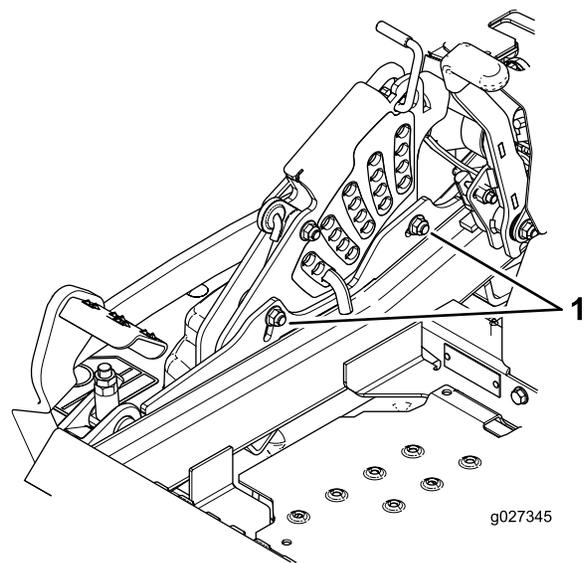

Рисунок 115
11. Чтобы отрегулировать деку по одноточечной системе, ослабьте два болта в нижней части пластины высоты скашивания (**Рисунок 115**).
13. Затяните два болта в нижней части пластины высоты скашивания (Рисунок 115).